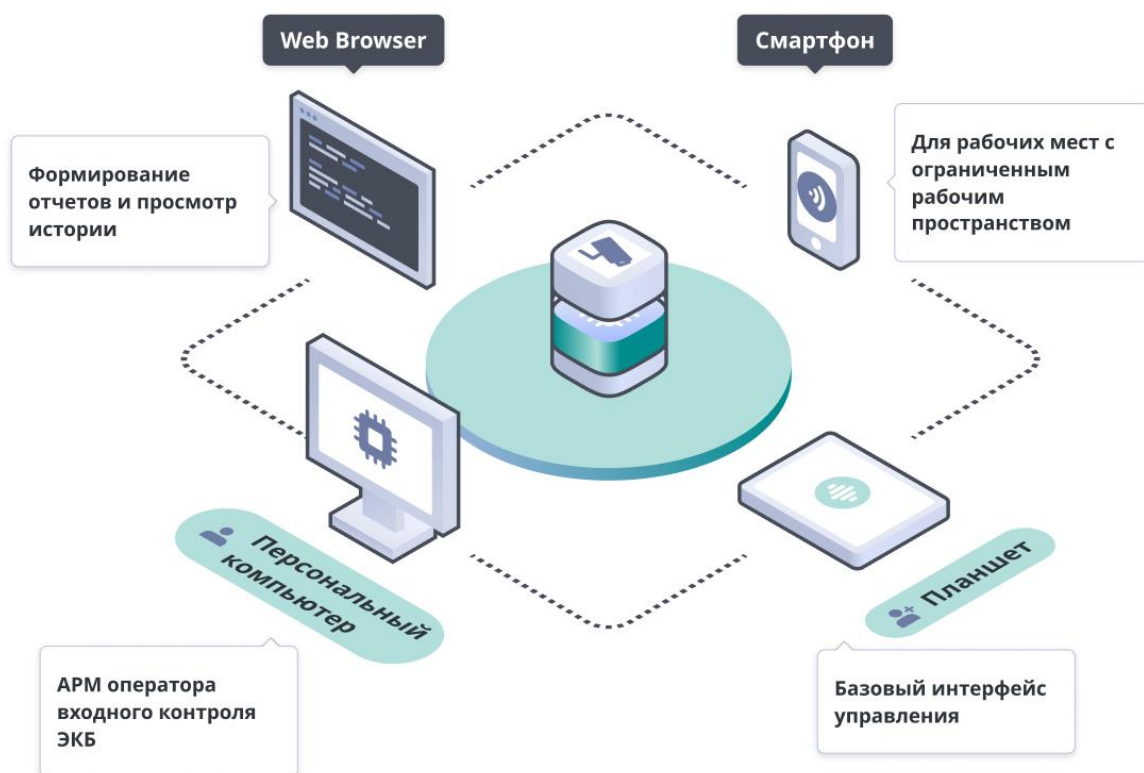

Рисунок 1 – Варианты оснастки рабочего места входного контроля
1.1.4.2 Варианты оснастки рабочего места ОСК для проведения входного контроля (см. Рисунок 1).